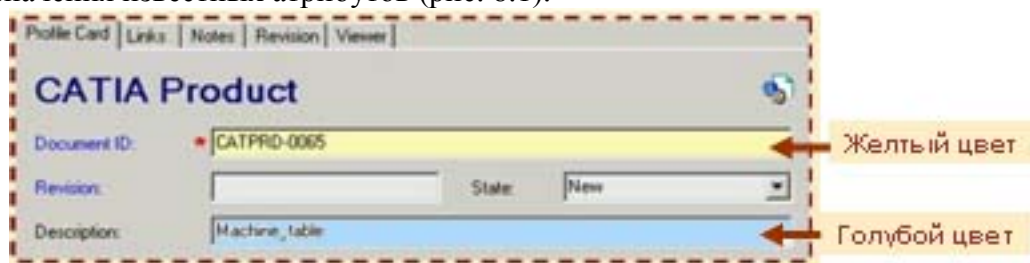

Рис.8.1. Заполнение атрибутов
- ◆ При создании нового объекта показывается его паспорт. Каждый паспорт объекта содержит детальную информацию об объекте, так называемые атрибуты. Идентификатор атрибута на паспорте соответствует уникальному идентификатору объекта. По умолчанию фон обязательного атрибута – желтый, а имени – голубой. SMARTEAM автоматически заполняет значения известных атрибутов (рис. 8.1).